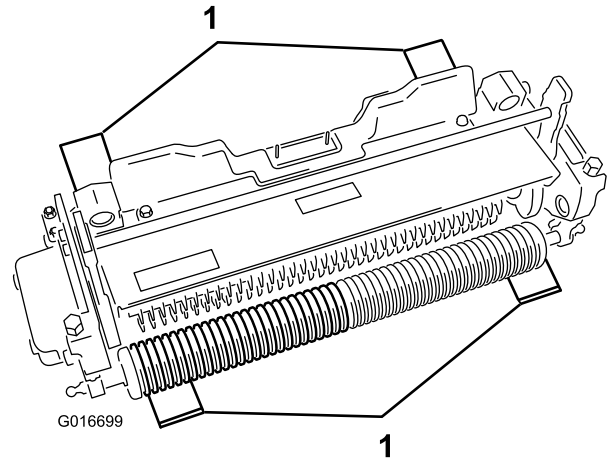

图4
2. 将 4 个所需厚度为刀片穿透深度的调刀尺分别放在切根滚刀组前、后滚筒的下面（图4）。